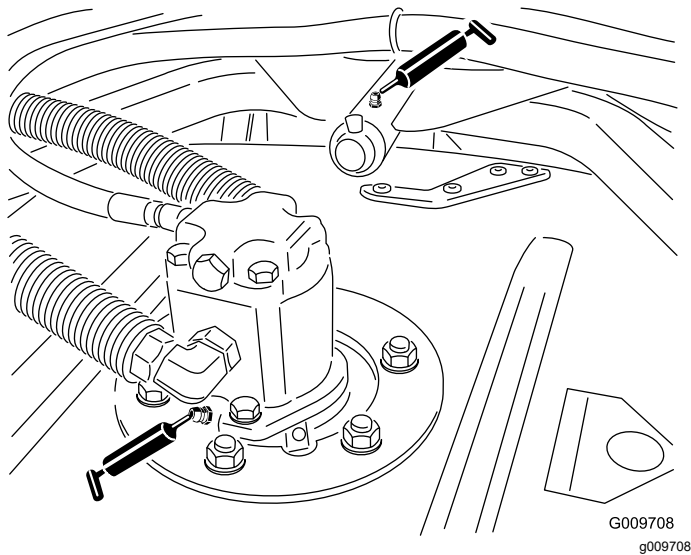

Figura 85
- Cuscinetti dell'asse del fusello dell'apparato di taglio (2 per apparato di taglio) come illustrato nella Figura 85
- Boccole del braccio portante dell'apparato di taglio (1 per apparato di taglio) come illustrato nella Figura 85